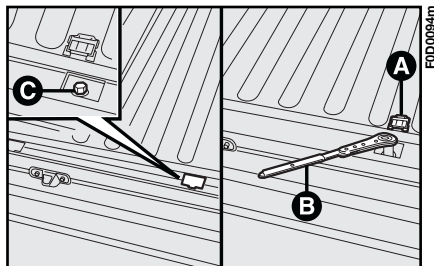
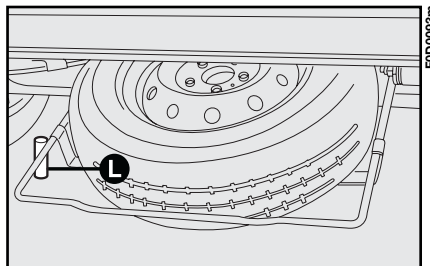
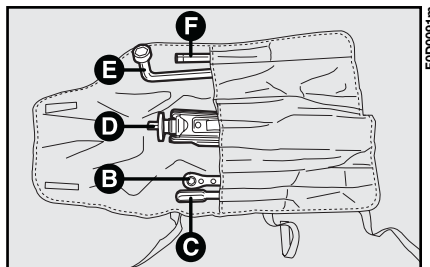

fig. 2
fig. 4
fig. 5
– asportare i due tappi **A-fig. 2** in plastica;
– svitare con la chiave a cricchetto **B** e la prolunga **F-fig. 5** i due bulloni **C-fig. 2** che si rendono visibili;
– sganciare il supporto ruota servendosi della chiave **E-fig. 5** inserita nella sede **L-fig. 4** ricavata sul fianco sinistro del supporto ed asportare la ruota da sotto il pianale.
2) Ruotare la ghiera **D-fig. 5** per distendere parzialmente il cric.
5) Inserire sulla ghiera la prolunga **F-fig. 5** poi la chiave a cricchetto **B** e sollevare il veicolo sino a quando la ruota si alza da terra di alcuni centimetri. Azionando la chiave a cricchetto in modo alternativo, cautelarsi che il movimento avvenga liberamente senza rischi di escoriazioni alla mano per sfregamento contro il suolo.